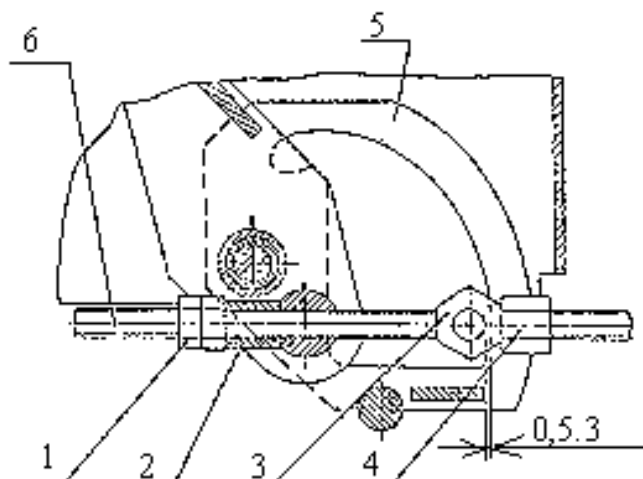

Рис. 8
- * ослабьте две контргайки (см. рис. 8.) на тягаче привода тормозов,
3. 2. 5. Регулировка ручного (стояночного) тормоза. (см. рис. 8)
- * при помощи гаек (см. рис. 8) установите втулку до касания поверхности пальца рычага устройства управления (см. рис. 2) при полностью выдвинутом плунжере и повернутом до упора в его торец тормозном рычаге,